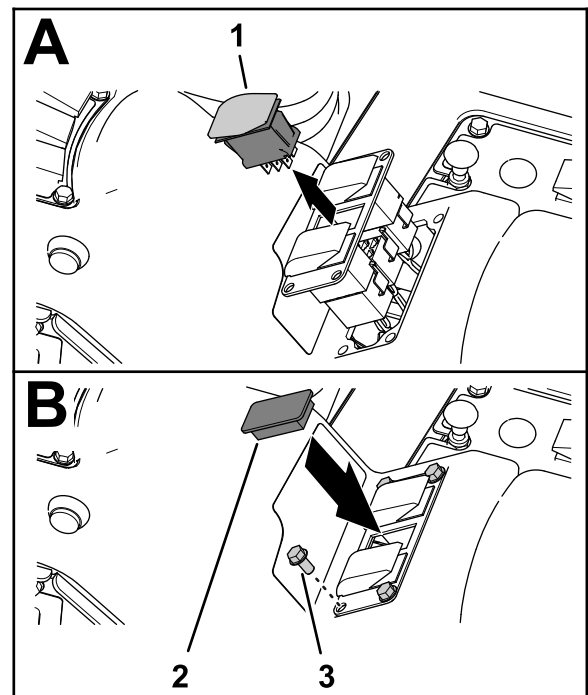

Figura 34
2. Apriete las pestañas de bloqueo del interruptor de control de caudal, y saque el interruptor del panel de 3 interruptores (Figura 34).
5. Monte el panel de 3 interruptores en la consola de control (Figura 34) con los 4 tornillos con arandela prensada (1/4" x 1/2") que retiró en el paso 1.